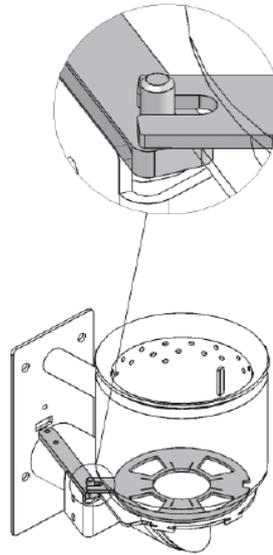

Fig. 127
- Ruotare lo strumento per la pulizia (1) per eliminare i residui della combustione dalla base del bruciere a tazza del bruciatore (Figg. 125, 127). Il raccordo del diffusore dell'aria principale serve da guida per lo strumento per la pulizia (v. dettaglio in Fig. 127). Usare la spatola in dotazione per eliminare lo sporco dalle pareti della base del bruciere a tazza del bruciatore fino a quando sono puliti. Tutti i fori dell'aria secondaria (6) del bruciere a tazza del bruciatore devono essere liberi: pulirli con un piccolo cacciavite o, se necessario, con una punta di un trapano.